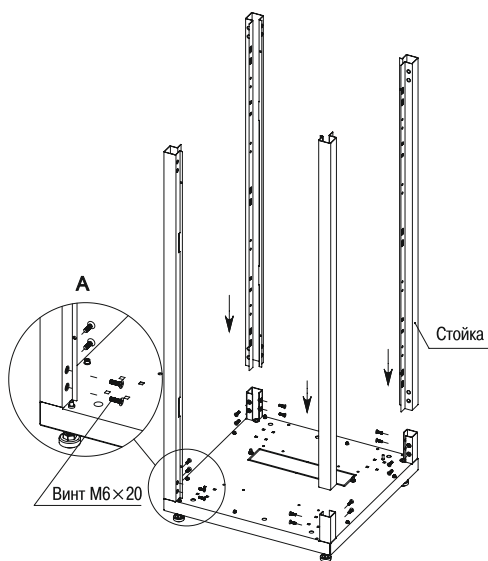

Рисунок 2 – Установка стоек
4.3.2 Извлеките из четвертого места стойки. Вставьте стойки в основание с опорами и закрепите винтами М6×20 с потайной головкой (рисунок 2).